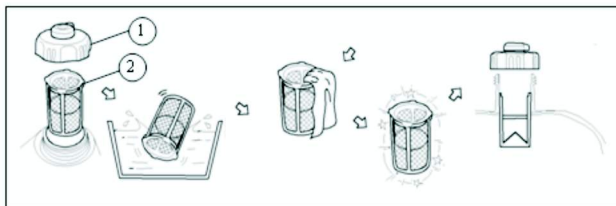

Рис.27
1. Откройте крышку топливного бака (1) (рис.27).
2. Вытащите из горловины топливного бака фильтр грубой очистки (2) и промойте его в бензине, как показано на рис. 27.